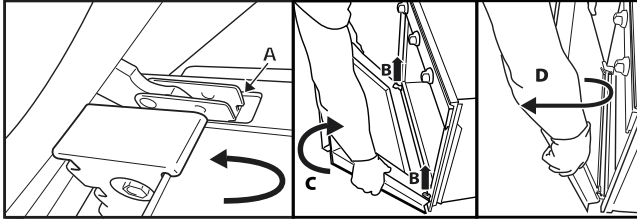

Рис. 2.
3. Закрийте дверцята до кінця (A), підніміть їх (B) і повертайте (C), доки вони не вивільняться (D) (рис. 2).